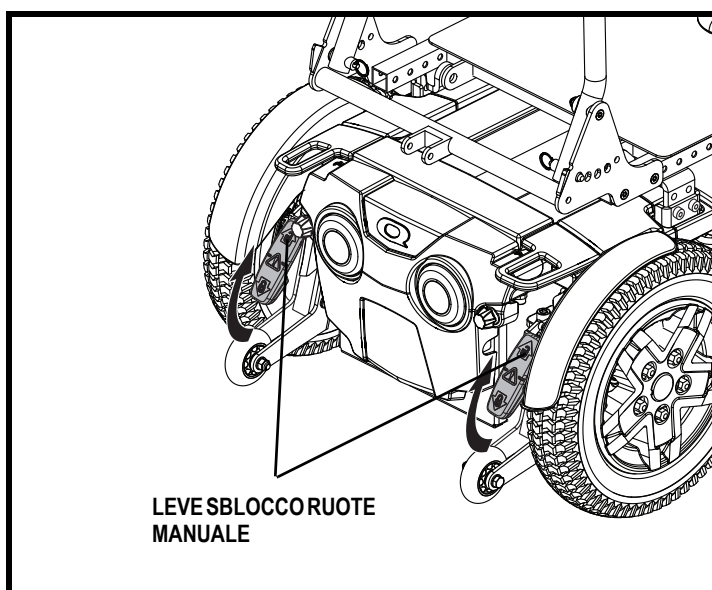

Figura 11. Modalità sblocco ruote manuale (trazione disinserita)
3. Tirare le due leve verso l'alto per disattivare i motore do trazione. **Vedere figura 11.**